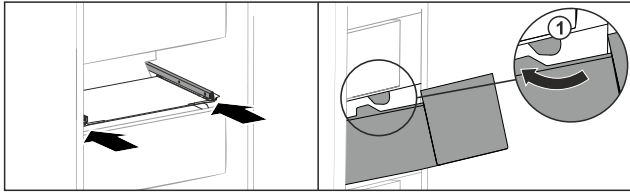

Fig. 146
- ▶ Обведите выдвижной ящик вокруг стопора Fig. 146 (1).